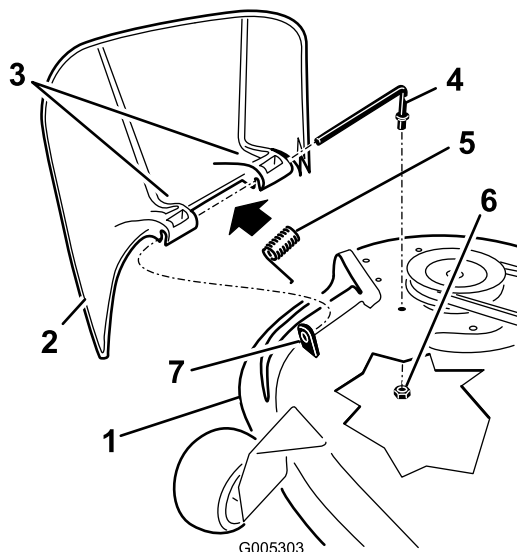

Figura 56
1. Retire la tuerca (3/8") de la varilla (debajo del cortacésped) (Figura 56).
- Retire la varilla del espaciador corto, del muelle y del deflector de hierba (Figura 56).
- Vuelva a colocar el deflector de hierba (Figura 56).
- Deslice la varilla por el segundo soporte del deflector de hierba (Figura 56).
- Sujete el extremo trasero de la varilla al cortacésped con una tuerca ($\frac{3}{8}$ "), según se muestra en Figura 56.